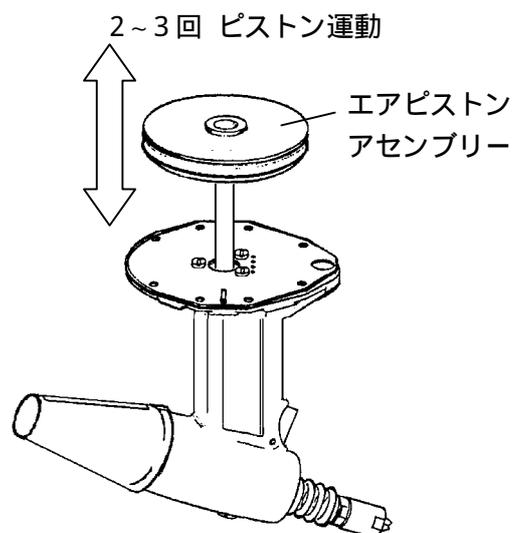

図7-7
- (6) エアピストンアセンブリを押し込み、手で2~3回ピストン運動をさせた後、再度エアピストンアセンブリを引き抜き、油面を確認してください。(図7-7)